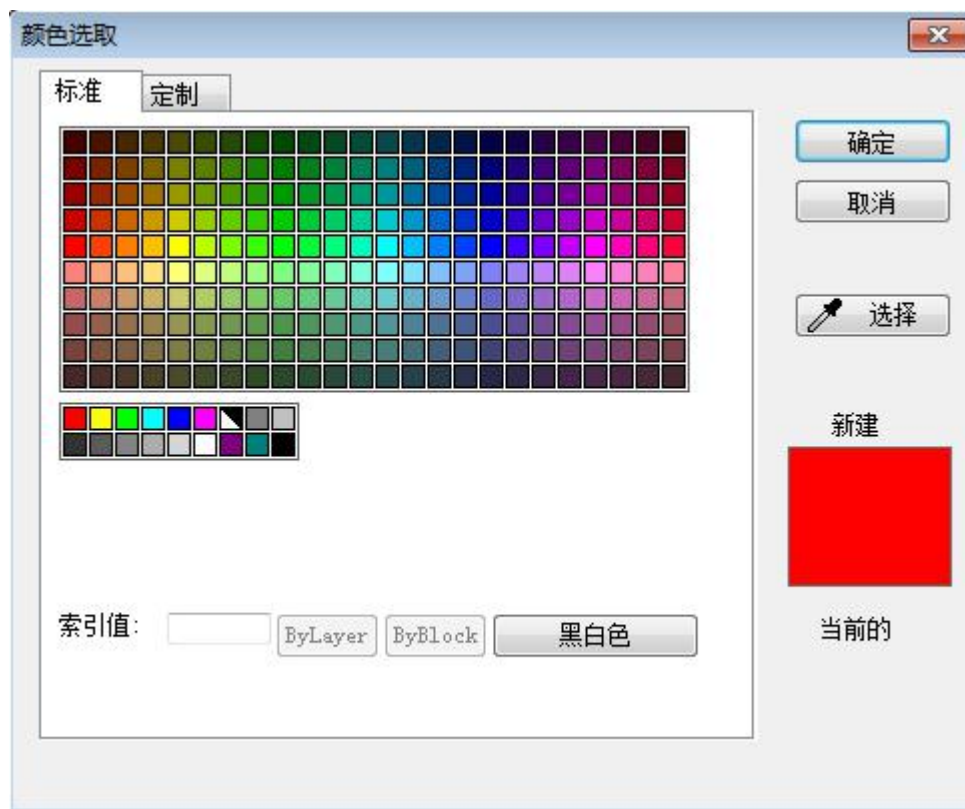

图 1-48 颜色选取对话框
【颜色选取对话框】如图 1-48 所示：
- 3) 图 1-48 颜色选取对话框用户可根据需要选择颜色后，单击**【确定按钮】**，返回层控制对话框。此时对应图层的颜色已改为用户选定的颜色。